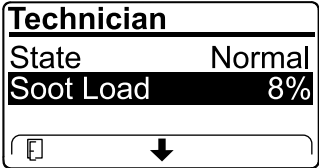

Figura 40
- Verificate il carico di fuliggine misurato come percentuale di fuliggine nel FAP (Figura 40); fate riferimento alla tabella del carico di fuliggine.